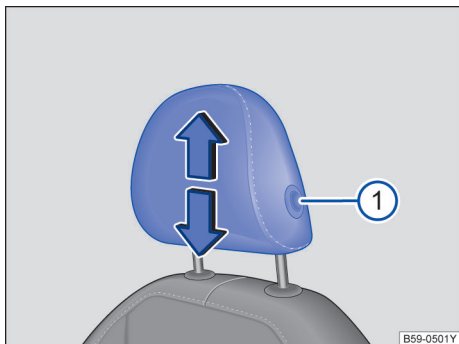

图 78 调整前排头枕
- 按住按钮→图 78 ①，同时沿箭头方向上推或下压头枕即可将头枕调整至合适高度→▲，在**翻折后排座椅靠背**中，见第 77 页。